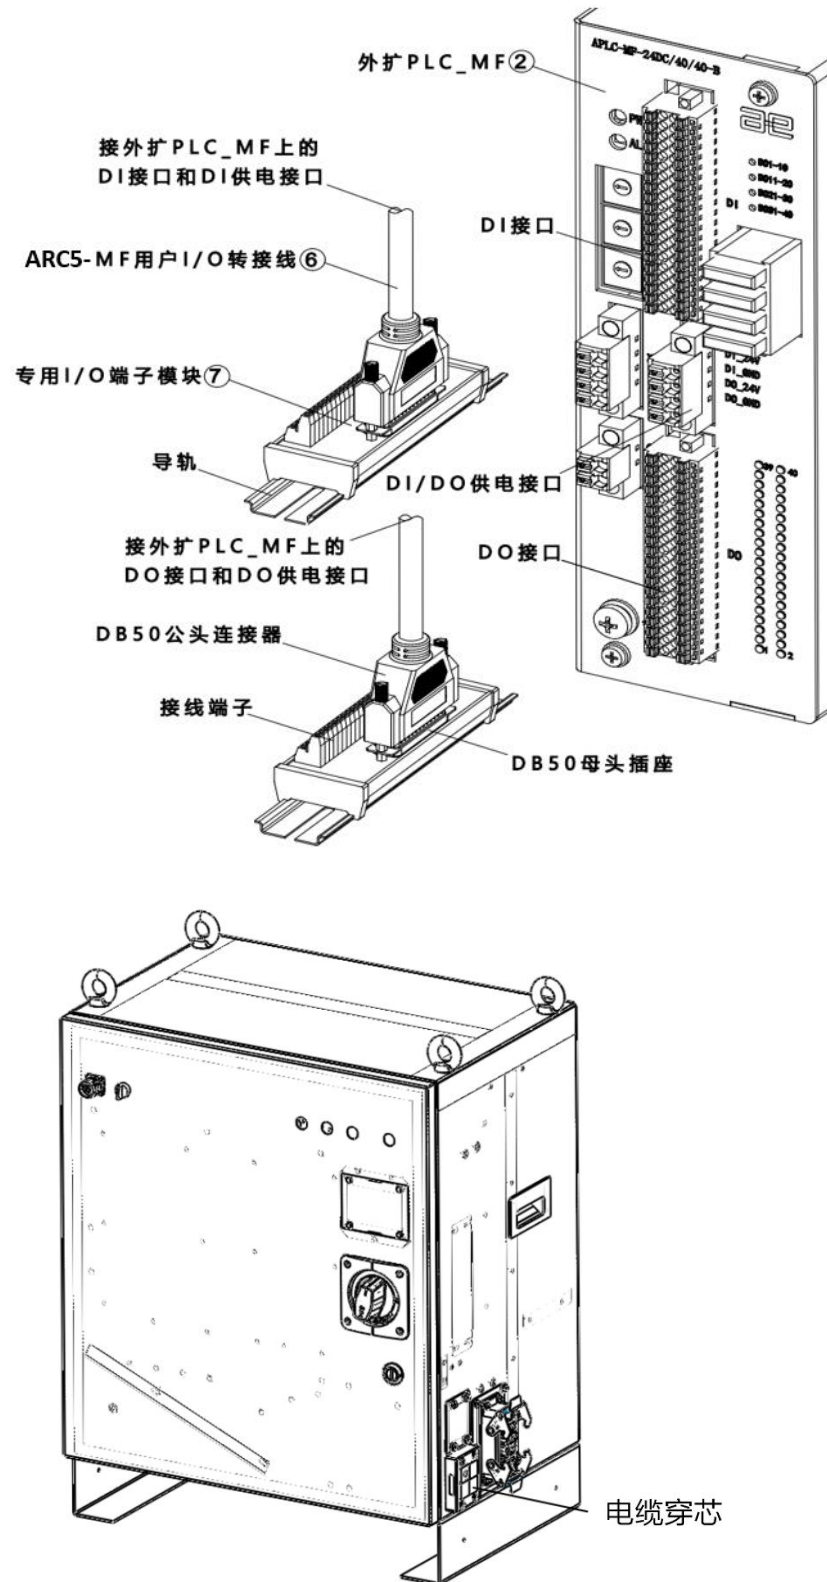

图 20-5 连接用户 I/O 端子示意图
- 步骤4. 将两根 ⑥ ARC5-MF 用户 IO 转接线的一端分别接在 ② 外扩 PLC\_MF 上的 DI 接口和 DO 接口上，另一端接在 ⑦ 用户 MF I/O 端子模块上，参考图 20-5。2 根 ARC5-MF 用户 IO 转接线通过控制柜右侧电缆穿芯接出柜体，PLC\_MF 波特率设置参考表 19-14。